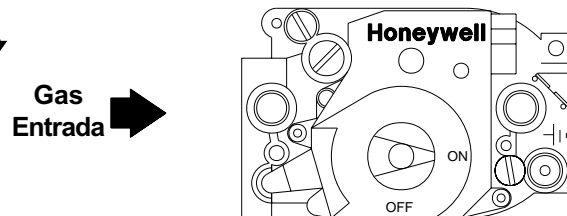

Figura 1. Perilla de control del gas mostrada en posición “ON”.
7. Espere (5) minutos para asegurarse que no huelo a gas. Si huelo a gas, ¡**DETÉNGASE!** Siga el paso “B” sobre información de seguridad. Si no huelo a gas, siga el siguiente paso.
8. Encienda el control de gas girando hacia “ON”; ver Figura 1.
7. Espere (5) minutos para asegurarse que no huele a gas. Si huele a gas, ¡DETÉNGASE! Siga el paso “B” sobre información de seguridad. Si no huele a gas, siga el siguiente paso.